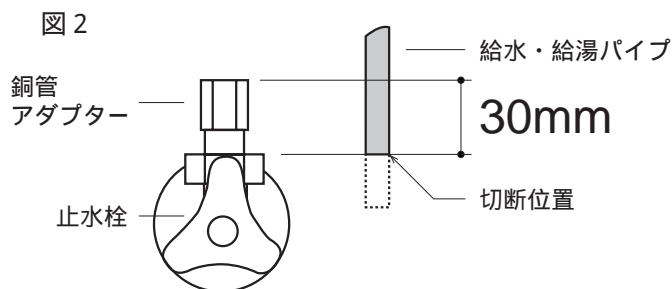

図3
- 給水・給湯パイプに図3の順に入れ、給水・給湯パイプの下端から樹脂リングの上端まで 24 mm に合わせ、止水栓にねじ込みます。水栓本体を本固定し、給水・給湯パイプを銅管アダプターに押しつけ、六角ナットを固定しながら、袋ナットを十分に締め付けてください。(図4)